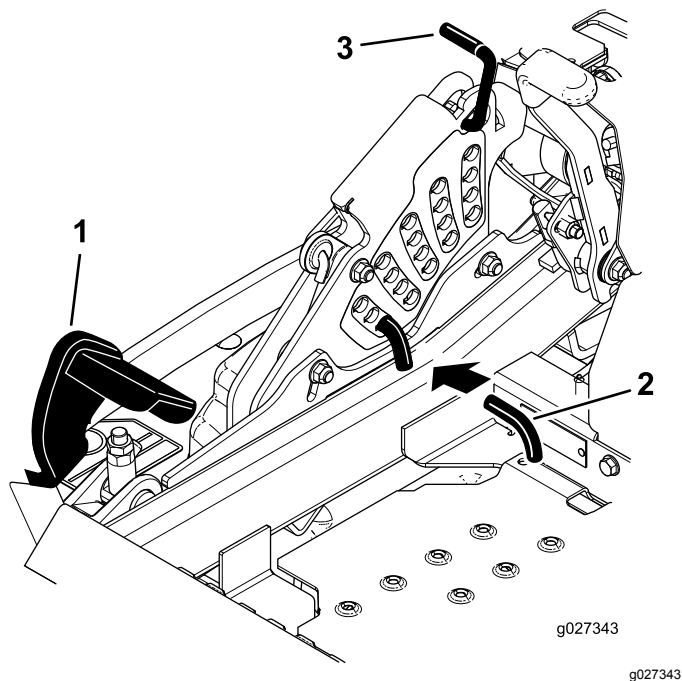

Figura 25
2. Pise el pedal de elevación de la carcasa y eleve la carcasa de corte a la posición de transporte (que es también la posición de altura de corte de 140 mm) según se muestra en **Figura 25**.
3. Para ajustar la altura de corte, gire el pasador 90 grados y retire el pasador del soporte de altura de corte (**Figura 25**).
4. Seleccione el taladro del soporte de altura de corte que corresponde a la altura de corte deseada, e inserte el pasador (**Figura 25**).